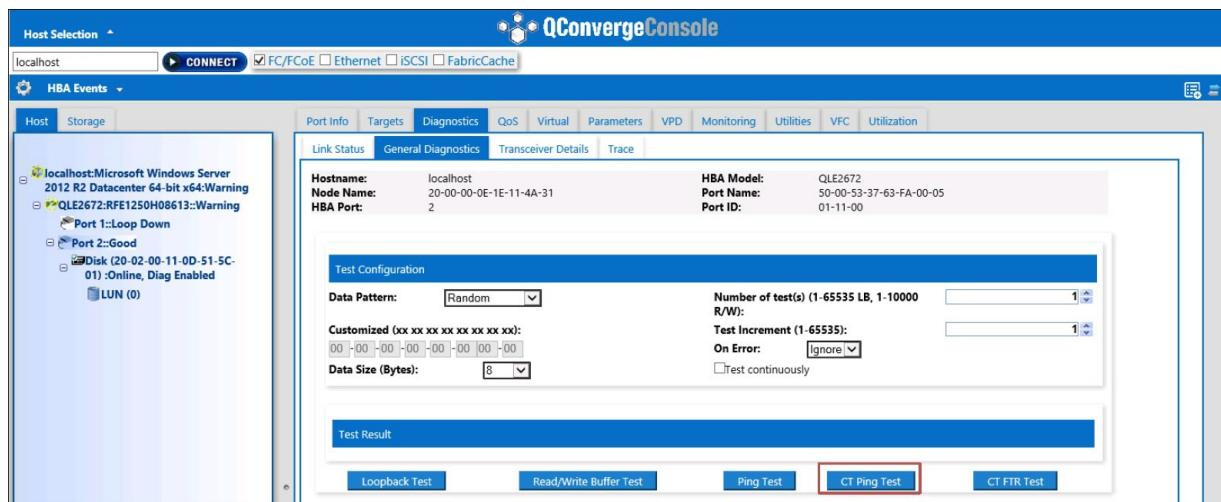

図 3-30. ファイバーチャネル CT Ping テストの実行
5. General Diagnostics (一般診断) ページ (図 3-30 参照) で、**Test Configuration** (テスト設定) オプションを選択し、次に **CT Ping Test** (CT Ping テスト) をクリックしてテストを開始します。